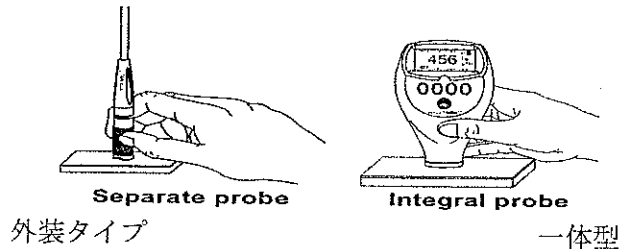

図 8 読み取り値の取得
2. プローブを測定対象に当てます。プローブを下図のように当てないと読み取り値が不正確になるので注意してください (図 8 参照)。